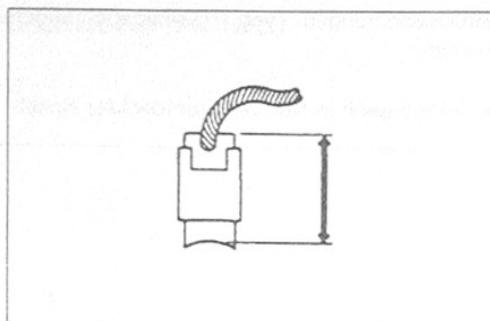

Bild 69
-  Bürstenlänge messen, Verschleissgrenze 9 mm (Bild 69).